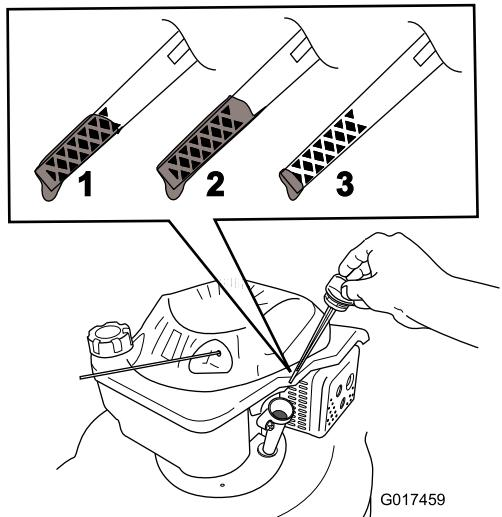

Figura 27
**Nota:** Llene el cárter con aceite hasta que la varilla indique que el nivel del aceite del motor es correcto, según se muestra en Figura 27. Si usted llena demasiado el motor, vacíe el exceso de aceite según se indica en el paso 5.